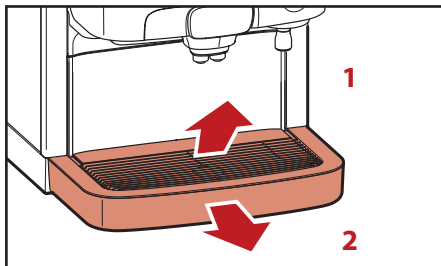

Bild 5.1 - Avlägsna kopp- och droppbrickor
1. Avlägsna koppbrickan (bild 5.1, 1).
2. Avlägsna droppbrickan (bild 5.1, 2).